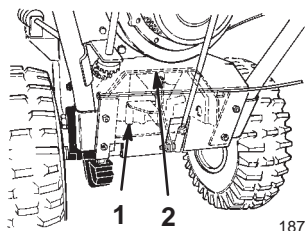

Figure 36
9. Desserrez les quatre boulons à embase (deux de chaque côté) qui fixent le bâti de la transmission au bâti du moteur (Fig. 36 et 37).